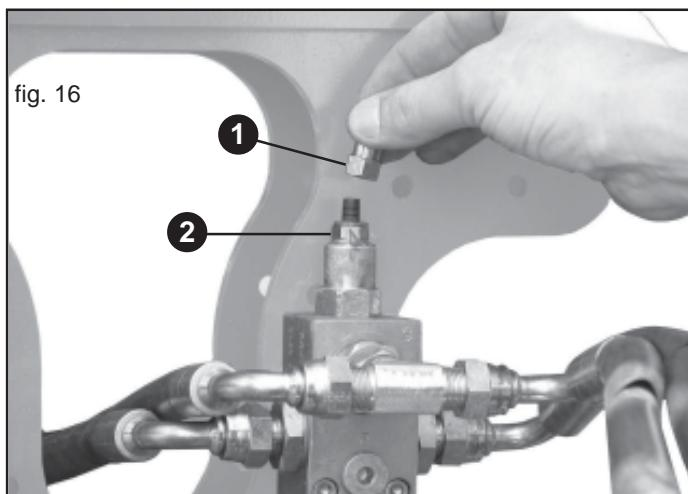

fig. 16
L'installation oléodynamique des châssis latéraux est dotée d'une vanne (Fig. 16) qui est étalonnée (en fonction des dimensions de l'équipement) à la pression maximum qui peut être exercée dans l'installation:
- 2) Dévisser et enlever le bouchon de la vanne (1, Fig. 16) puis desserrer l'écrou (2).
- 5) Lorsque le réglage est terminé, resserrer l'écrou (2, Fig. 16) et remettre le bouchon de la vanne (1) en place.